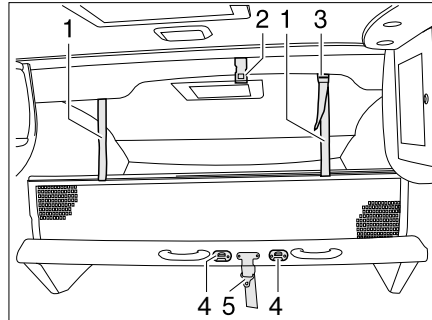

Fig. 157 Letto basculante, manuale
- Assicurare il letto basculante al soffitto (Fig. 157,2) mediante la cintura di ritegno (Fig. 157,5).
- Agganciare la scaletta di accesso al letto basculante con i due archetti incorporati nelle graffe (Fig. 157,4).
- Fare innestare i nastri di sostegno (Fig. 157,1) nei supporti sul soffitto (Fig. 157,2).